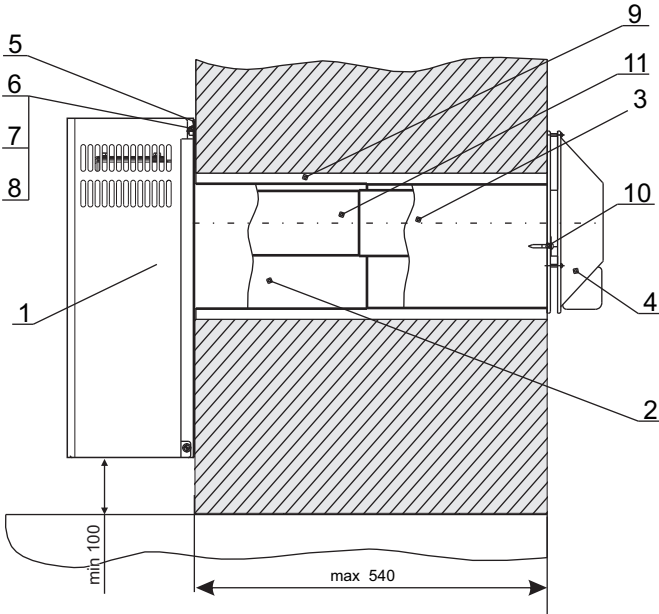

Рис. 2. Установка аппарата
6.2. В наружной стене здания согласно рис.2 пробить горизонтальный канал диаметром 230 мм. С целью обеспечения возможности обслуживания дымовоздушного блока в процессе эксплуатации аппарата, рекомендуется разместить канал в непосредственной близости от окна. При этом необходимо учитывать, что для обеспечения установки и снятия аппарата, а также для снятия и установки газогорелочного устройства перед фронтом аппарата на расстоянии **не менее 580 мм от стены и на расстоянии не менее 750 мм от оси канала** в направлении автоматики безопасности не должно быть никаких строительных элементов или стационарно установленного оборудования.
6.2.1. Установить патрубок воздуховода 2 (рис. 2) на оси канала горизонтально так, чтобы торец выступал над внутренней плоскостью стены на 25 мм и зафиксировать патрубок деревянными клиньями, во избежание его деформации.
6.2.2. Установить газоход наружный 4 (рис.2) на одном уровне с внешней плоскостью стены горизонтально по оси канала, совместив при этом вставку 3 и воздуховод 2. (разрывы в соединениях не допускаются), и зафиксировать деревянными клиньями.
6.2.5. Зафиксировать на стене шпильки крепления конвектора (рис.2).
6.2.7. Установить конвектор проушинами 5 (рис.2) на шпильки крепления 6 (рис.2), соединив при этом патрубок дымохода с фиксированным патрубком газохода наружного. Патрубок воздуховода 2 (рис.2) разместить в кольцевом пазе аппарата на прокладку (базальтовый шнур).